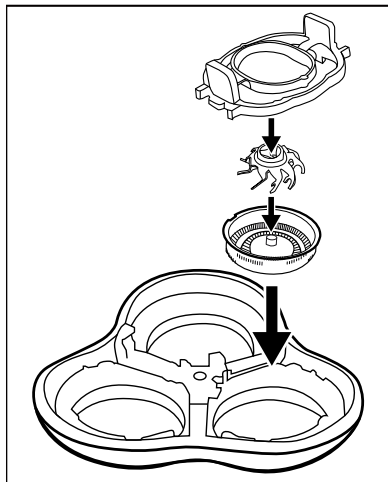

Fig. 4
- 4) Riasssemblare l'unità di taglio ❷. A tale scopo utilizzare come ausilio la seguente illustrazione (vedere fig. 4).